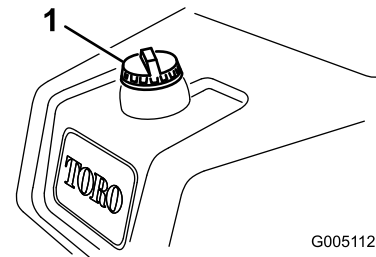

Figura 19
1. Limpie alrededor del tapón del depósito de combustible y retire el tapón (Figura 19).